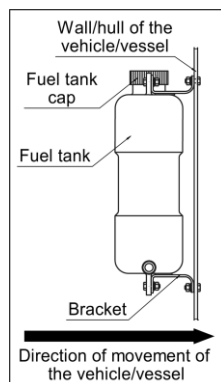

Fig. 16 Installasjon av drivstoffet tank
Vurder bekvemmeligheten av å fylle drivstoff når du installerer drivstofftanken (fig.16). Installer drivstofftanken på en slik måte at mengden drivstoff og dets potensielle lekkasjer fra innløpet, drivstoffsugedysen eller koblingene kan kontrolleres visuelt.
**Drivstofftanken må installeres med den brede siden vinkelrett på bevegelsesretningen til kjøretøyet/fartøyet (se fig. 16).**